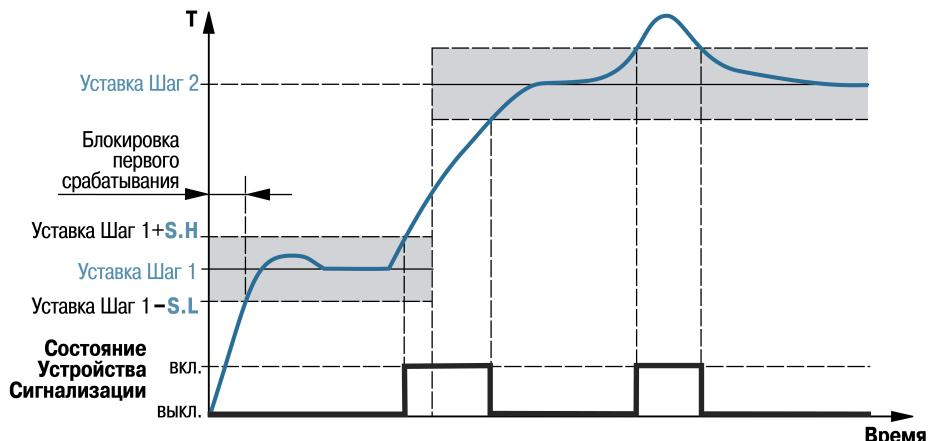

Рисунок 9.22 – Пример логики работы и блокировки срабатывания устройства сигнализации для U-образной логике
- В случае выхода регулируемой величины за заданные пределы — U-образная логика (**SIG.t = S.otn**) (см. рисунок 9.22).